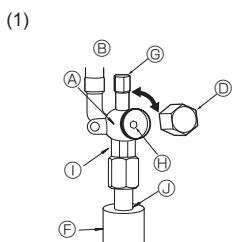
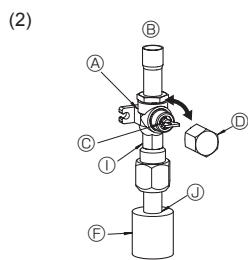

Fig. 4-6
Fig. 4-7
(1) Запорный кран со стороны жидкости (Fig. 4-6)
- ① Снимите колпачок и поверните шток золотника против часовой стрелки до упора, используя для этой цели 4 мм шестиугольный гаечный ключ. Прекратите поворачивать шток в момент, когда тот достигнет стопора. (Приблизительно 10 оборотов)
② Убедитесь в том, что запорный кран полностью открыт, и поверните колпачок в первоначальное положение.
(2) Запорный кран со стороны газа (Fig. 4-7)
- ① Снимите колпачок, потяните ручку на себя и поверните её на 1/4 оборота против часовой стрелки для открытия.
- ② Убедитесь, что запорный кран открыт полностью, надавите на ручку и поверните колпачок в первоначальное положение.